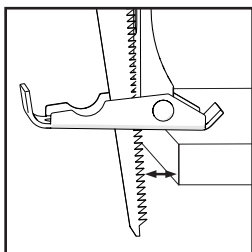

Fig. 9
- Upewnić się, że ruchoma stopka ściśle przylega do obrabianego przedmiotu oraz że brzeszczot nie styka się z obrabianym przedmiotem. (Rys. 9)